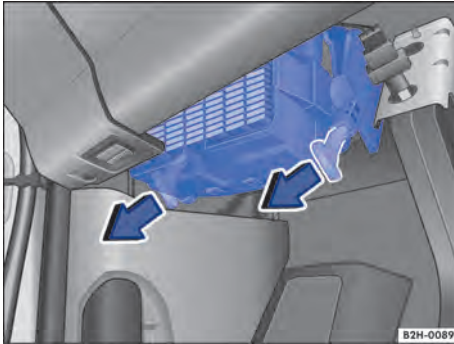

Fig. 158 Caja de fusibles debajo del tablero de instrumentos.
1. Para desbloquear la caja de fusibles, tire de las palancas de bloqueo hacia abajo, en el sentido de las flechas → Fig. 158.